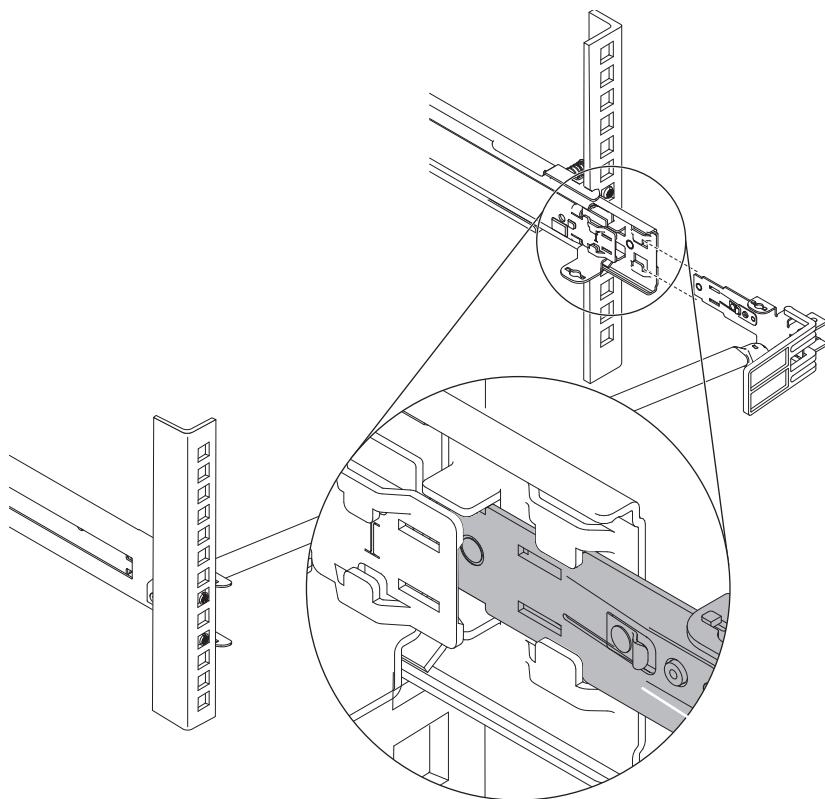

図 22. 停止金具のスライド・レールへの接続
3. 28 ページの図 22 に示すように、停止ブラケットをスライド・レールに接続します。